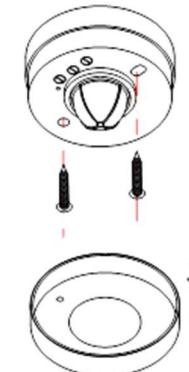

Рис.5
- Закрепите датчик на опорной поверхности, используя крепежный комплект рис.5.